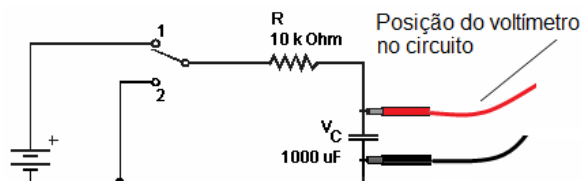

Figura 27: Circuito típico para a carga e descarga do capacitor.
1. Monte o circuito da Figura 27.